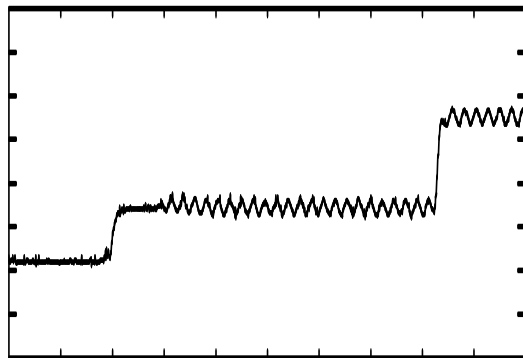

Abbildung 3
- Senken Sie den Ablenkkoeffizienten auf $2 \mu\text{s}/\text{div}$. Der Zeilenbeginn ist ausgedehnt, der Triggerpunkt unverändert (Impuls der Zeilensynchronisierung) (Abbildung 3).